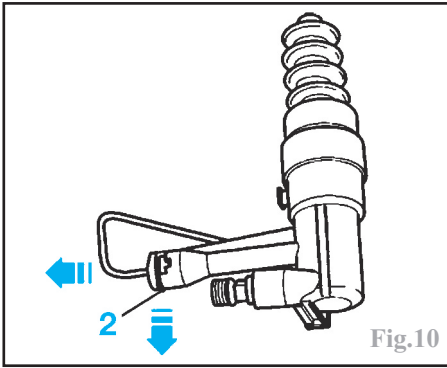

Fig.10
Extraire l'agrafe (2) jusqu'en butée en faisant levier avec un tournevis (Fig.10). Dépose de la conduite du récepteur d'embrayage.